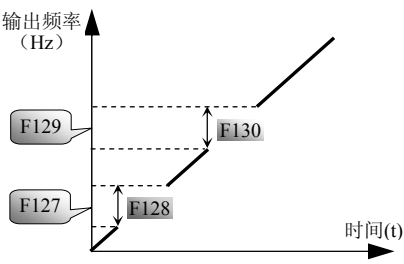

图 5-3 频率回避示意图
- 如图 5-3 所示：回避点频率为 20Hz，回避点宽度为 5.00，当变频器输出在 17.5~22.5Hz 范围时会自动跳开。